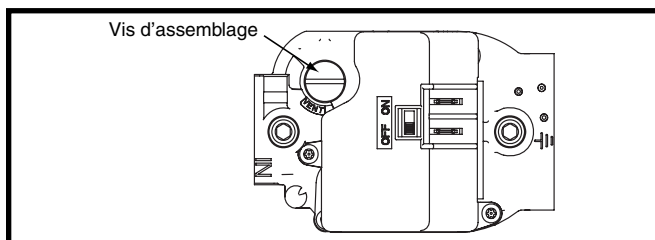

Figure 29. Vis d'obturation de régulateur
- Retirer la vis d'obturation du régulateur (Figure 29) du côté ADMISSION du régulateur.